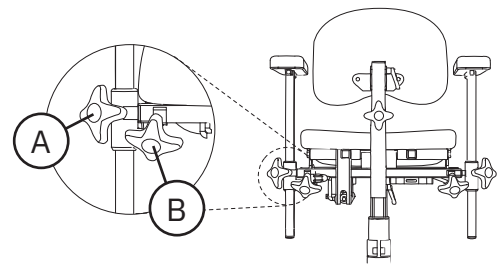

Abb. 5.9. PLUS-Armlehnen.
Die PLUS-Armlehnen sind in Höhe (A) und Breite (B) verstellbar, siehe Abb. 5.9.